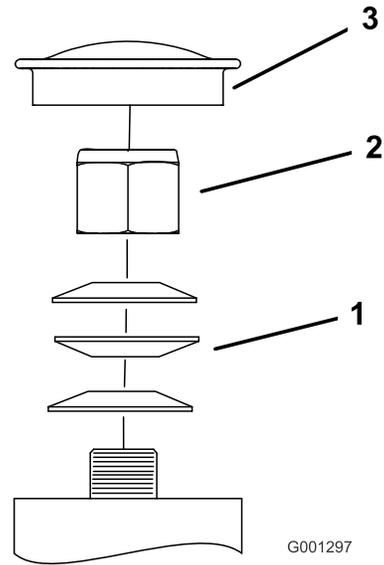

Figura 66
3. Retire el tapón guardapolvo de la rueda giratoria y apriete la contratuerca (Figura 66).
4. Apriete la contratuerca hasta que las arandelas de muelle estén planas, luego afloje 1/4 de vuelta para establecer la pre-carga correcta de los cojinetes (Figura 66).
Importante: Asegúrese de que las arandelas de muelle están correctamente instaladas, según se muestra en Figura 66.
5. Coloque el tapón guardapolvo (Figura 66).